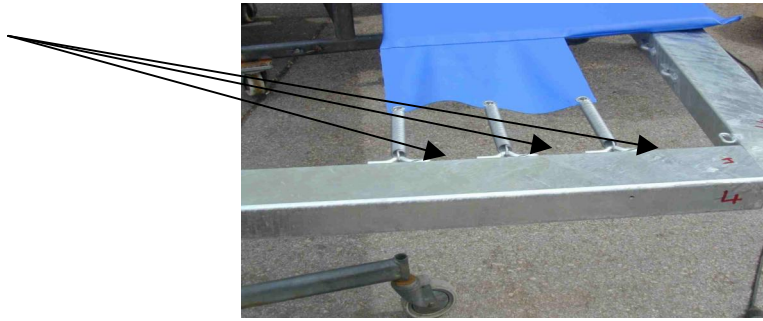

Abb. 1
2. Beim Zusammenstecken des Bodentrampolin-Rahmens muß beachtet werden, daß sich die 3 einzelnen, angeschweißten Haken am Ende der langen Rahmenteile **oben** befinden. Diese Haken werden benötigt, um mit den Federn die Stirnseitenteile der Rahmenpolsterabdeckung zu verspannen. (siehe dazu auch die folgende Abb. 1)